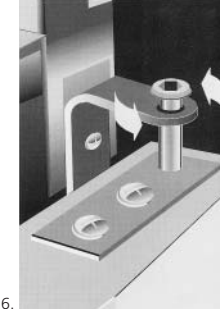

Abb. 6.
- Entfernen Sie die Bolzen vom oberen Scharnierhalter und drücken Sie die Feder nach hinten (Abb. 6).
Nun kann die Tür entfernt werden. Dazu ziehen Sie die Tür oben leicht nach vorne und heben Sie sie dann aus dem unteren Scharnierhalter (Abb. 6).